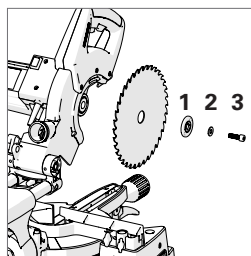

Fig. 20
Instale la brida exterior (1) (superficie plana sobre la herramienta), la arandela (2) y el tornillo del eje (3). (Fig. 20)